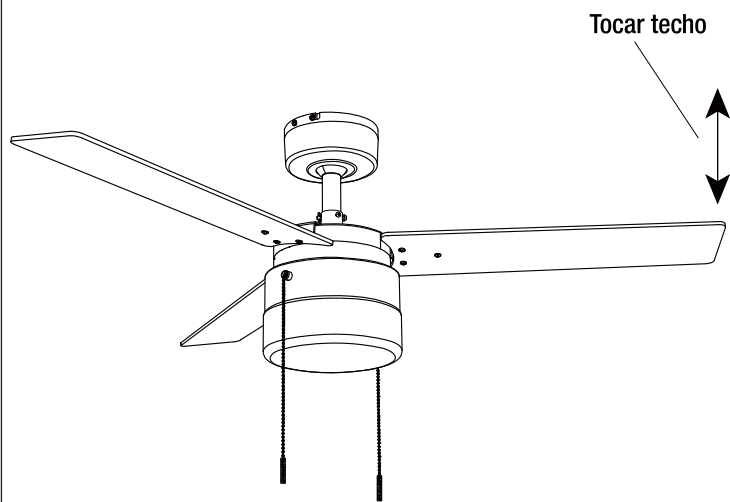

Figura 15
- La mayoría de problemas de bambolearse ocurren cuando los niveles de las aspas son desiguales. Verifique este nivel midiendo la distancia desde la punta de una hoja hasta el techo, como se muestra en la Figura 15. Gire el ventilador hasta que la siguiente hoja esté colocada en el mismo lugar que la anterior y mida nuevamente. Repita para cada aspa. Las medidas deben estar dentro de 1/8 pulg.